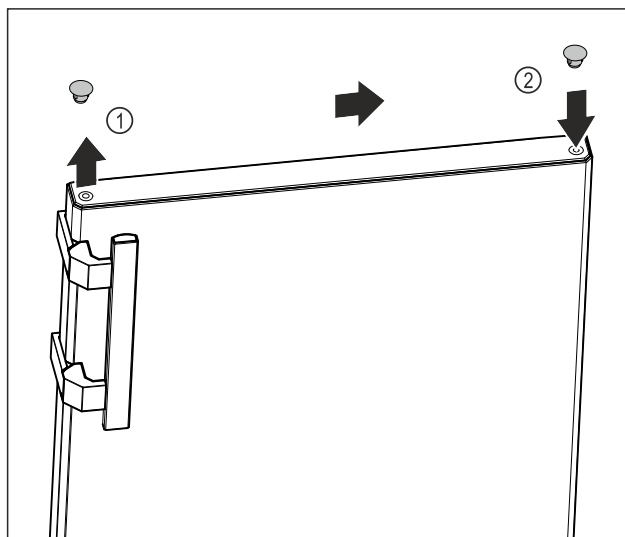

Fig. 9
- ▶ Afdekdop van de bovenkant van de deur Fig. 9 (1) voorzichtig optillen met een platte schroevendraaier.
- ▶ Plaats de afdekdop aan de andere kant. Fig. 9 (2)